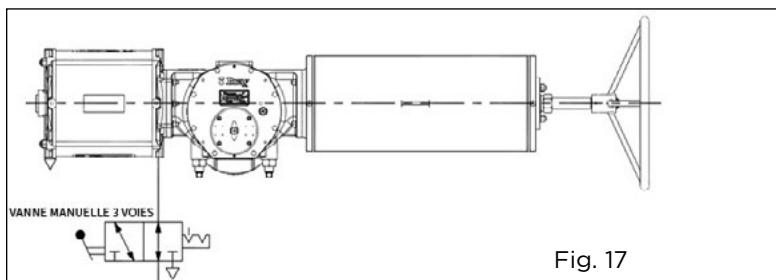

Fig. 17
7. Installez une vanne manuelle à 3 positions appropriée sur l'orifice de l'extrémité de la tige du vérin pneumatique (voir Fig. 17).